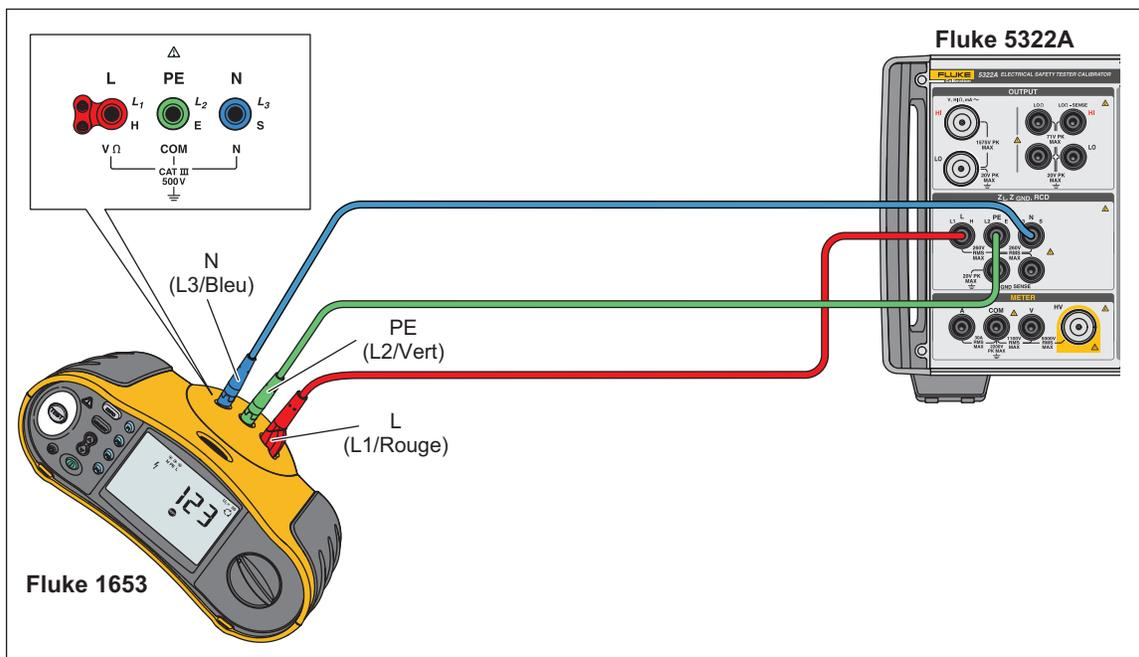

Figure 49. Etalonnage du temps de déclenchement et du courant de déclenchement du disjoncteur différentiel
2. Connectez l'appareil testé aux bornes **L**, **PE** et **N** du produit comme indiqué sur la Figure 49.
1. Connectez l'appareil testé aux bornes **L**, **PE** et **N** du produit comme illustré sur la Figure 49.
2. Connectez l'appareil testé aux bornes **L**, **PE** et **N** du produit comme illustré sur la Figure 49.